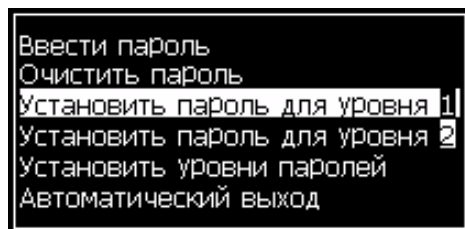
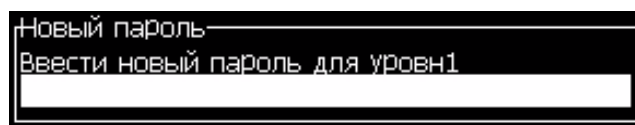

Рисунок 4-4: Установка уровня доступа для пароля
Рисунок 4-5: Новый пароль
- 1 Нажмите кнопку "Alt + w", и выберите опцию "Set Password for level 1" (установка пароля для уровня доступа 1) или "Set Password for level 2" (установка пароля для уровня доступа 2) из меню "Password" (пароль) (смотрите Рисунок 4-4). Появится диалоговое окно "New Password" (новый пароль) (смотрите Рисунок 4-5).